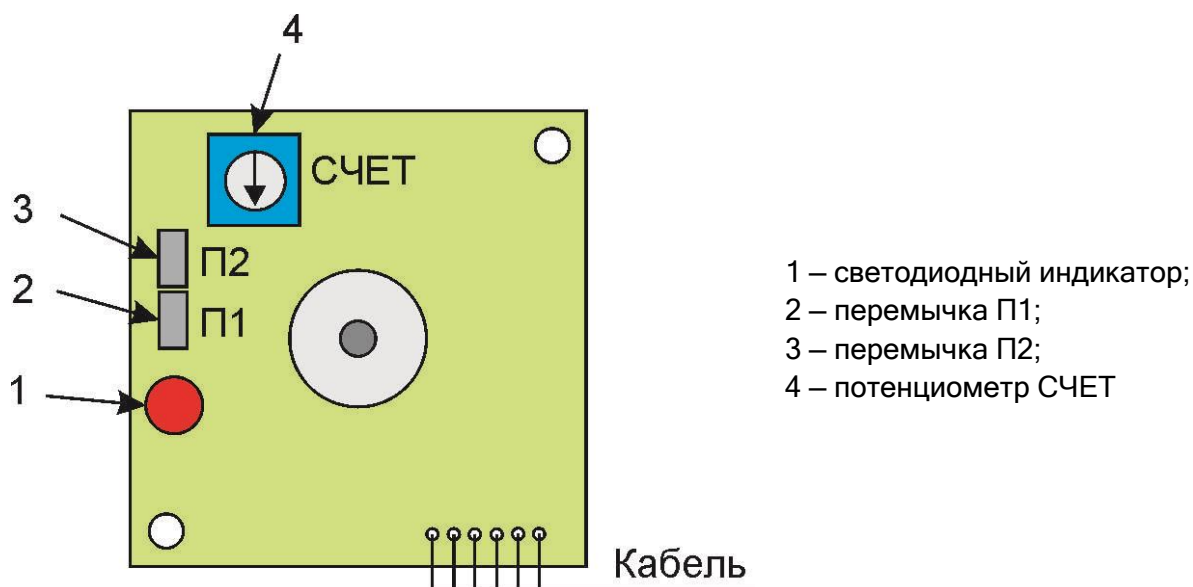

Рисунок 2 – Расположение элементов коммутации и индикации на плате
Светодиодный индикатор (см. рисунок 2, поз. 1) предназначен для индикации состояния изделия. Зависимость состояния светодиодного индикатора от состояния ИПП приведена в таблице 3.
Перемычка П1 (см. рисунок 2, поз. 2) предназначена для установки (изменения) состояния контактов реле Ш2 («Неисправность») в соответствии с таблицей 4.
1.3.7 Потенциометр СЧЕТ (см. рисунок 2, поз. 4) предназначен для регулировки помехоустойчивости изделия путем установки количества превышений порога (Ни) в заданном интервале времени (t). В помещениях с большой скоростью распространения пламени это время должно быть минимальным, в помещениях, где пламя распространяется медленно, устанавливается максимальное время.